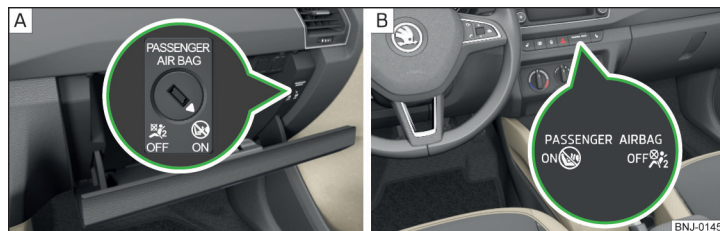

Fig. 12 Comutator cu cheie pentru airbagul frontal al pasagerului față / lampă de control pentru airbagul frontal al pasagerului față
- Lampa de control  de sub inscripția PASSENGER AIRBAG » fig. 12 la pagina 21 -  se aprinde la cuplarea contactului.
- › Cu ajutorul cheii, rotiți cu grijă fanta comutatorului cu cheie în poziția **OFF** » fig. 12 - .
- › Verificați dacă, după cuplarea contactului, este aprinsă lampa de control **OFF** » de sub inscripția **PASSENGER AIRBAG** » fig. 12 - .
- › Cu ajutorul cheii, rotiți cu grijă fanta comutatorului cu cheie în poziția **ON** » fig. 12 - .
- › Verificați dacă, după cuplarea contactului, este aprinsă lampa de control **ON** » de sub inscripția **PASSENGER AIRBAG** » fig. 12 - .